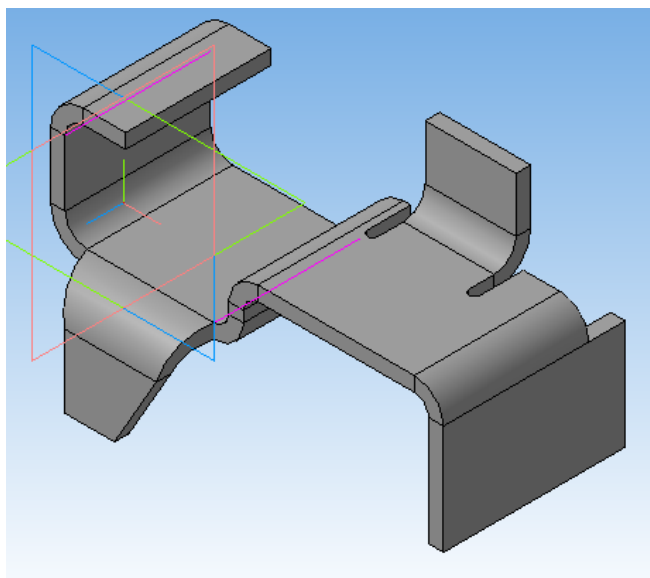

Рисунок 51.
6. Нажать «Создать объект», система построит требуемый сгиб (рисунок 51).